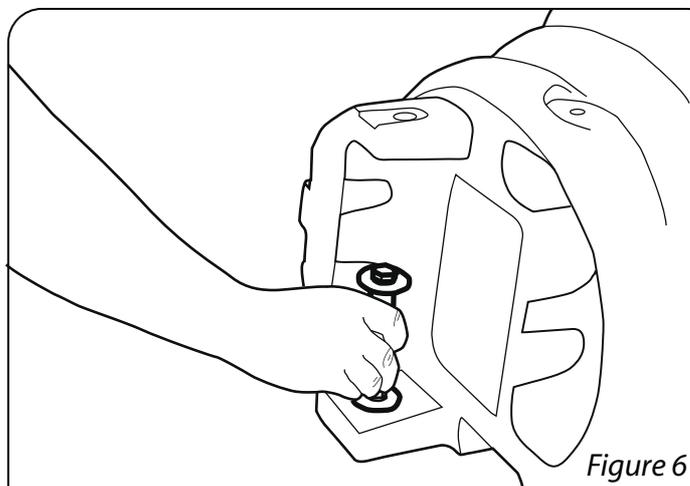

Figure 6
**ETAPE 1** – Disposez les différentes sections de la Chenille™ au sol dans la configuration et l'orientation souhaitées, en vous assurant que le sol est bien plat et que les points de fixation n'entrent pas en contact avec des canalisations enterrées ou autres. Retirez avec précaution toutes les sections excepté la tête de la Chenille™. Marquez le sol en utilisant le point de fixation central de la tête comme repère (voir figure 6), puis retirez la tête de la surface d'installation. Percez à présent un premier trou d'une profondeur de 85mm à l'emplacement marqué au sol.